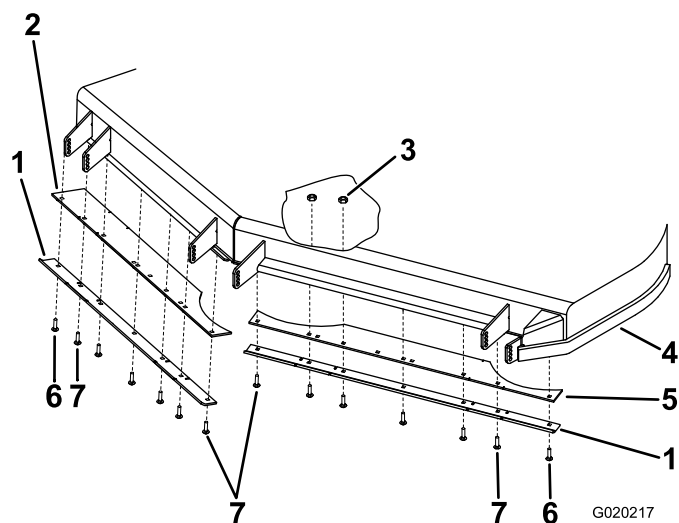

Figura 5
4. Coloque el deflector recortado y el patín del faldón según se muestra en Figura 5.
5. Sujete el deflector y el patín del faldón a la carcasa con seis pernos de cuello cuadrado (5/16 x 1 pulgada) y seis contratuercas (5/16 pulgada) (Figura 5).
6. Instale un perno de cuello cuadrado (5/16 x 1-1/4 pulgadas) en el taladro exterior del deflector (Figura 5).